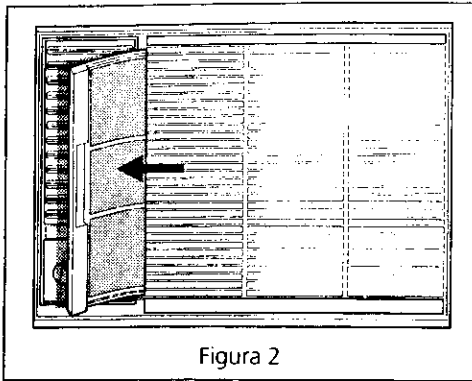

Figura 2
- Los modelos con rejillas de 6-sentidos tienen un filtro deslizante. Sujete la manija formada del filtro y jale a la izquierda, quitándola del panel delantero (Figura 2).